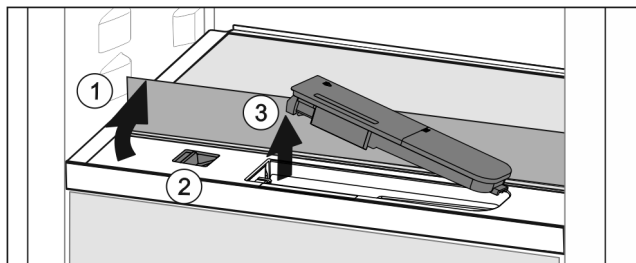

Fig. 133
► 抬起玻璃隔板，将其向后翻转至止挡 Fig. 133 (1)。
► 向左推滑块 Fig. 133 (2)。
► 取出水箱 Fig. 133 (3)。